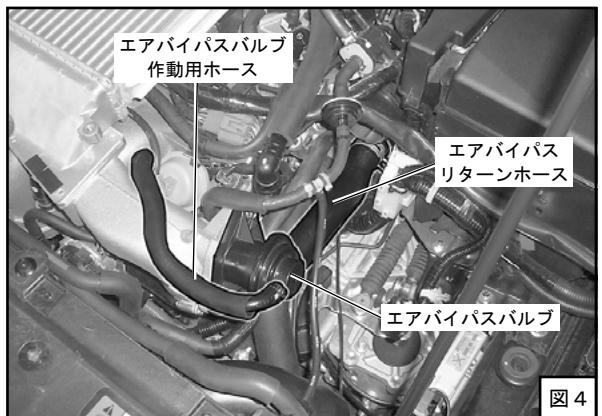

図4
- (6) ホースクランプをゆるめ、エアバイパスリターンホースを取り外してください。（図4）
- (7) エアバイパスバルブ作動用ホースを外し、ボルトを外してエアバイパスバルブを取外してください。（図4）